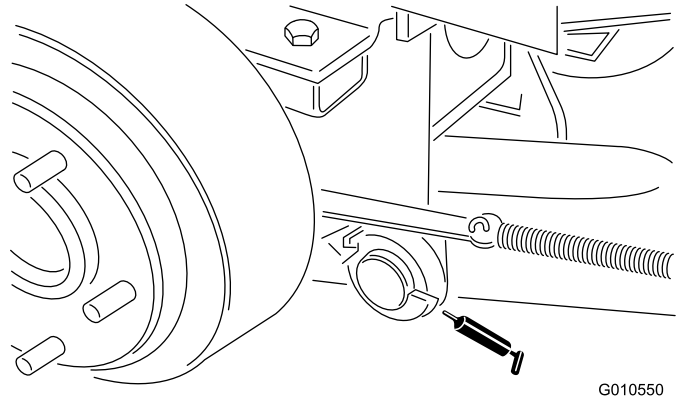

Bild 21
- Hubarmgelenke, hinten (2) (Bild 21)